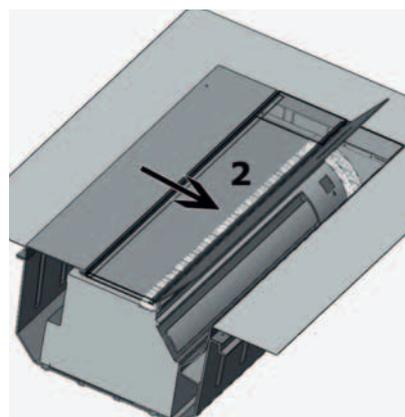

Fig. 12
2. per tutta la lunghezza dell'unità di climatizzazione, in corrispondenza della parte interna inferiore del pannello centrale del sistema ALAPANEL e ALAPANEL-S (fig. 12), onde evitare il possibile ricircolo dell'aria all'interno della nicchia.